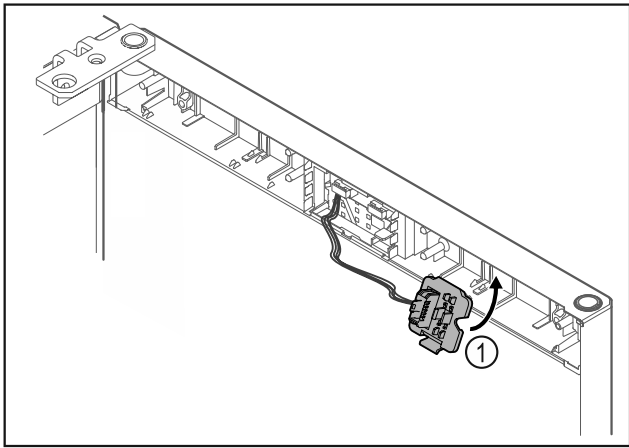

Fig. 17
- Κουμπώστε το στήριγμα του φινιρίσματος Fig. 17 (1) στην απέναντι πλευρά.